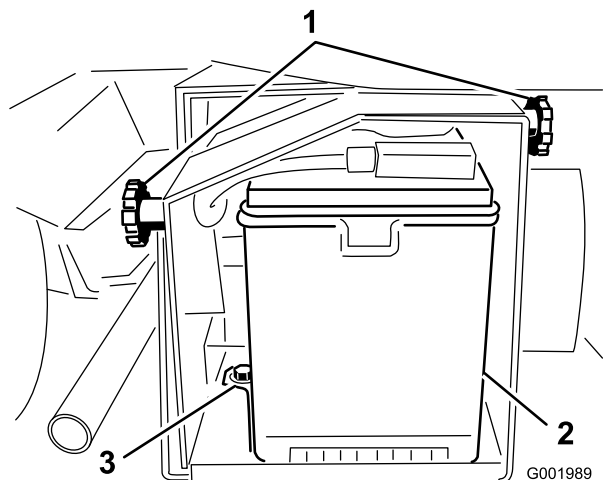

Figura 52
2. Allentate le manopole ai lati della cassetta della batteria e togliete il coperchio della batteria (Figura 52).
5. Togliete la cinghia della batteria e i dispositivi di fermo (Figura 52).
2. Montate la cinghia della batteria e fissatela con i dispositivi di fermo tolti in precedenza (Figura 52).
4. Montate il coperchio della batteria e fissatelo con le due manopole (Figura 52).
1. Allentate le manopole ai lati della cassetta della batteria e togliete il coperchio della batteria (Figura 52).